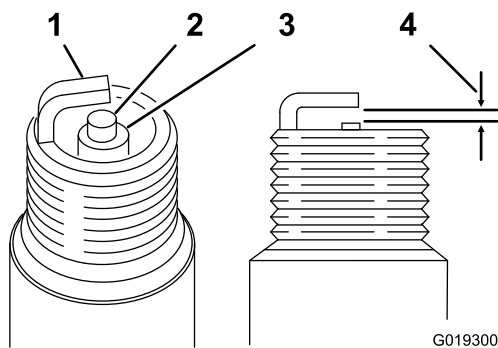

图26
4. 检查火花塞是否有磨损和损坏（图26）。
5. 用线规检查火花塞间隙。如有必要，小心折转接地电极，把间隙调整为 0.76mm (图26)。